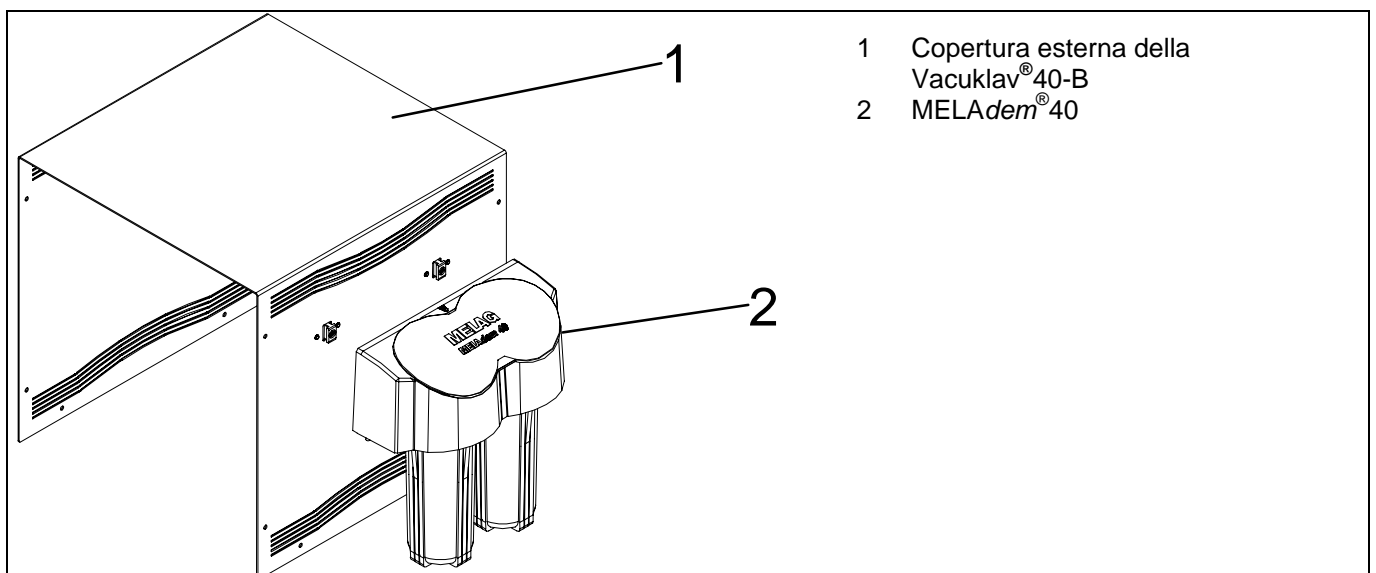
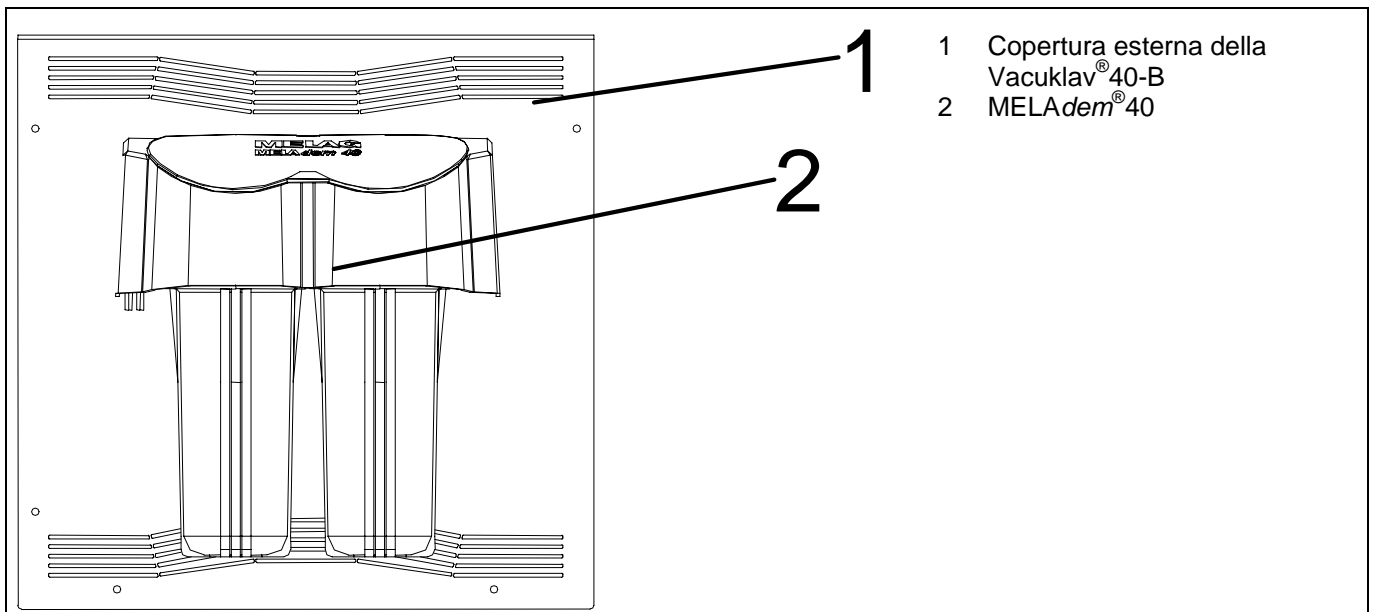

Fig. 5: Posizione prima di applicare il MELAdem®40 alla Vacuklav®40-B
Fig. 6: Posizione corretta di MELAdem[®]40 sulla copertura esterna della Vacuklav[®]40-B
3. Applicare il MELAdem[®]40 sui dispositivi di montaggio facendolo scorrere verticalmente dall'alto e spingendolo verso il basso finché si aggancia fermamente in posizione (vedere Fig. 5). La posizione finale è illustrate nella Fig. 6.